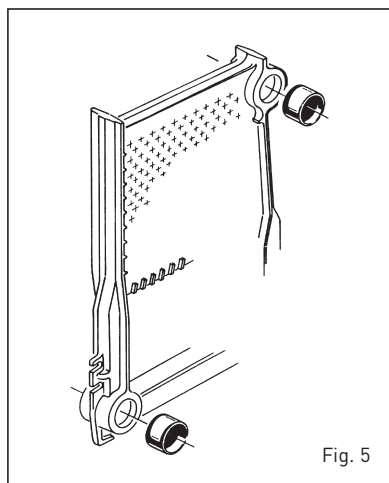

Fig. 5
- Preparar uno de los dos elementos intermedios con agujeros de 1/2", colocando los biconos después de haberlos lubricados con aceite de lino cocido (fig. 5).